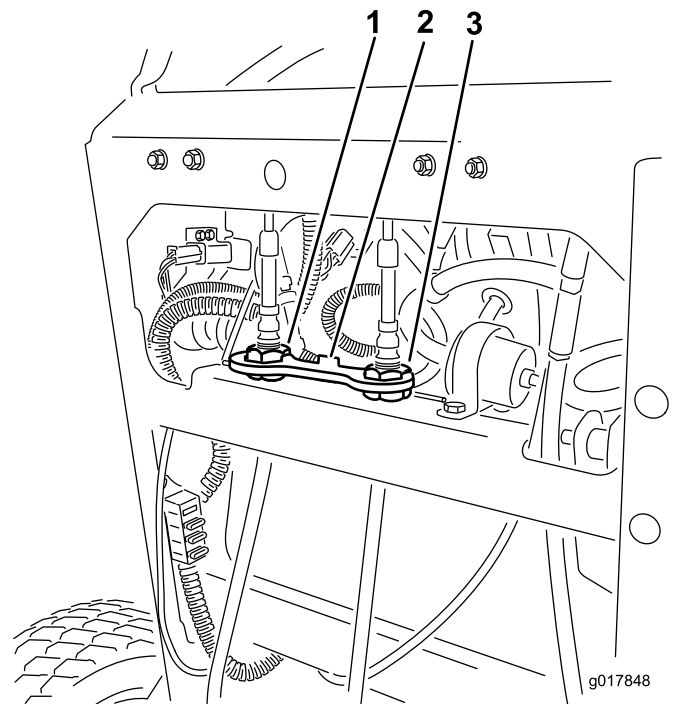

Figura 67
6. Instale la pletina de bloqueo sobre las tuercas de ajuste de los cables para afianzar el ajuste (Figura 67).